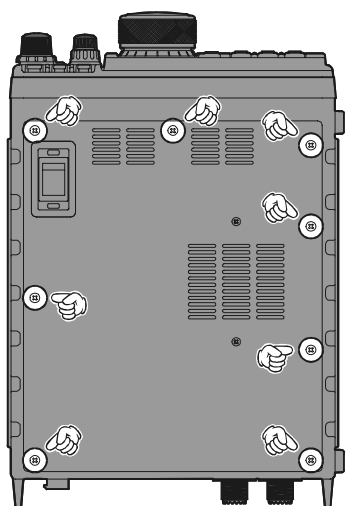

Figure 1
2. En se référant à la Figure 1, enlever les huit vis fixant le couvercle supérieur de l'émetteur récepteur puis débrancher le haut-parleur de la platine principale.